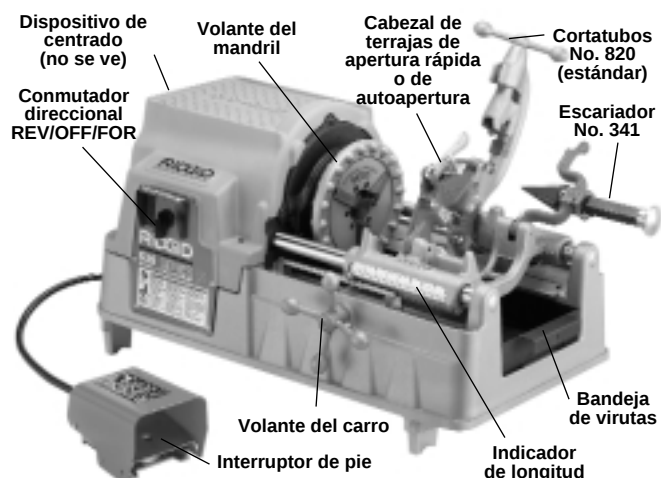

Figura 5 – Roscadora Manual de tubos y pernos No. 535
- Asegure que la Roscadora esté desenchufada y que su conmutador direccional se encuentre en la posición de OFF (apagado) (Figura 5).
4. Asegure que el interruptor de pie esté presente y acoplado a la Roscadora (Figura 5).